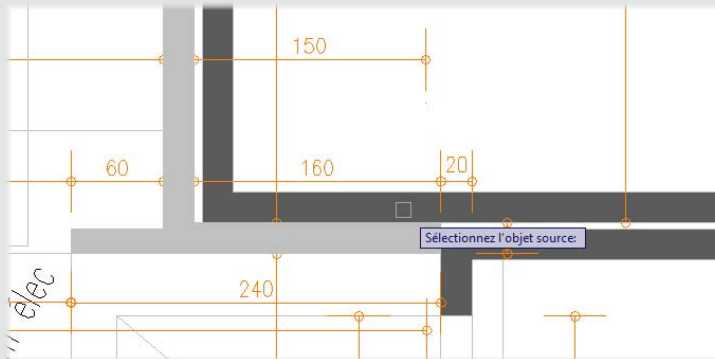

Figure 9
- Sélectionnons l'objet source de la copie (voir Figure 9).